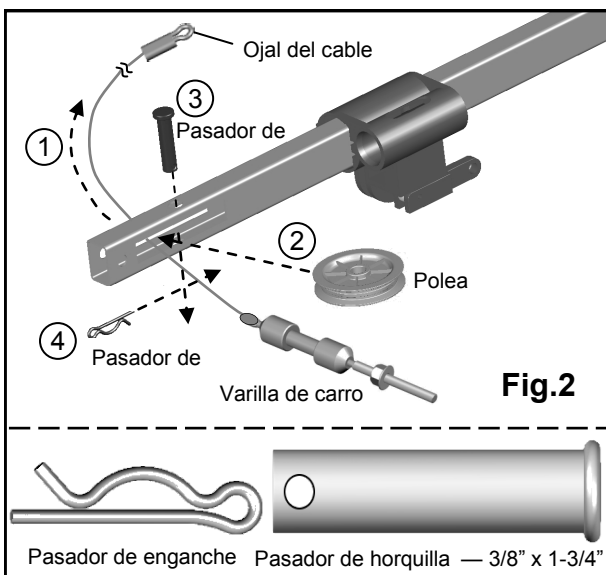

Fig.2
1. Siga los pasos que se muestran en la Fig. 2: